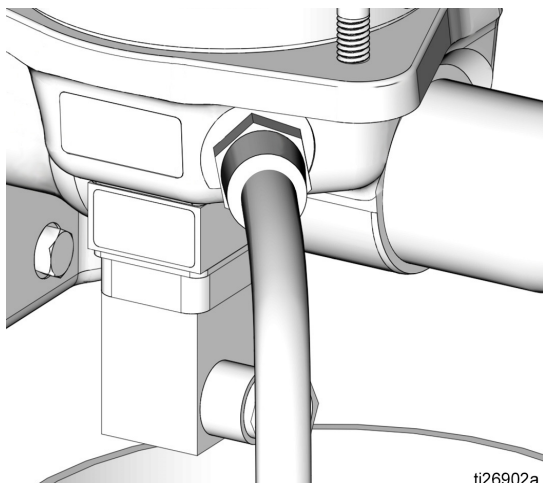

Рис. 13
3. Закройте **запорный клапан (V)** для выключения **системы / насоса подачи масла (DD)**.
5. Отсоедините **линию подачи (G)** от **выпускного патрубка насоса (E)**.
6. Медленно ослабьте затяжку и снимите линию подачи масла с основания насоса, и слейте масло из насоса (Рис. 13).